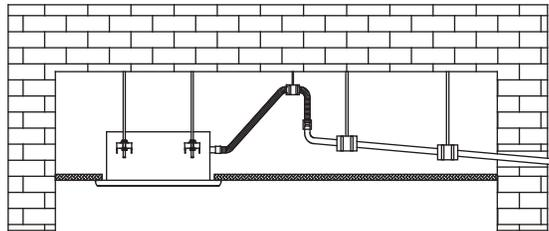

Figura 31
4. A fim de evitar o refluxo de água para o interior do ar-condicionado quando a operação for interrompida, o tubo de descarga de água deve ficar inclinado para baixo em direção à parte externa (lado de drenagem) com uma inclinação de mais de 1/100. Certifique-se de que o tubo de descarga de água não dilate nem acumule água, caso contrário, ocorrem ruídos estranhos. Consulte a Figura 31.
5. Ao conectar a tubulação de descarga de água, não aplique força quando puxar os tubos para evitar que as conexões do tubo de sucção de água se soltem. Ao mesmo tempo, defina um ponto de apoio a cada 0,8 a 1 m para evitar que os tubos de descarga de água flexionem. Consulte a Figura 31.